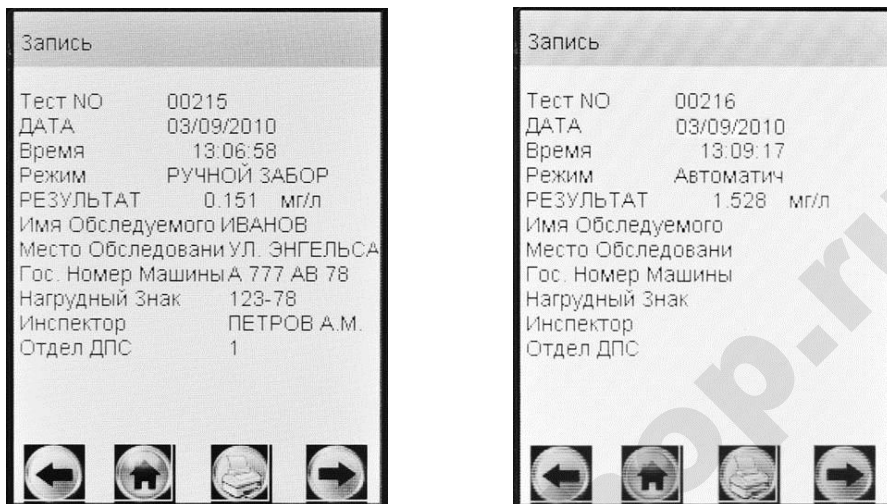
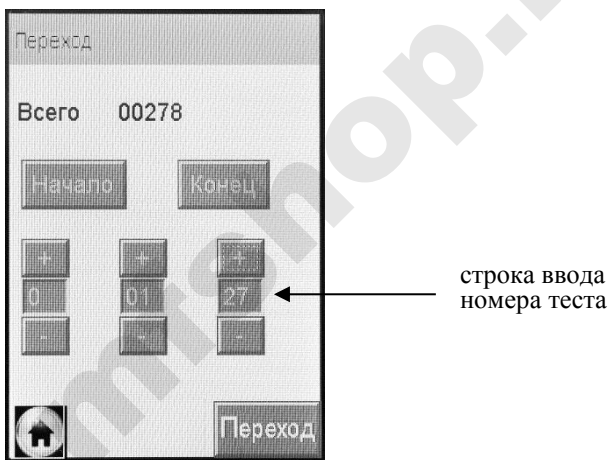

Рисунок 25 – Просмотр памяти
Рисунок 26 – Быстрый переход к требуемому протоколу
На сенсорном экране появится окно «Запись» с протоколом последнего измерения (рисунок 25).
2.12.2 Если измерения производились в режиме измерения с вводом данных, результаты измерения хранятся в памяти совместно с автоматически сохраняемыми данными (дата, время и т.д.) и с данными, введенными в предназначенные для заполнения поля (рисунок 25, слева).
2.12.3 Если измерения производились в режиме измерения без ввода данных, в памяти хранятся только результаты измерения совместно с автоматически сохраняемыми данными (рисунок 25, справа).
– находясь в окне «**Запись**» (рисунок 25), нажмите на кнопочной клавиатуре анализатора клавишу ; на экране появится окно перехода к требуемому протоколу (рисунок 26);